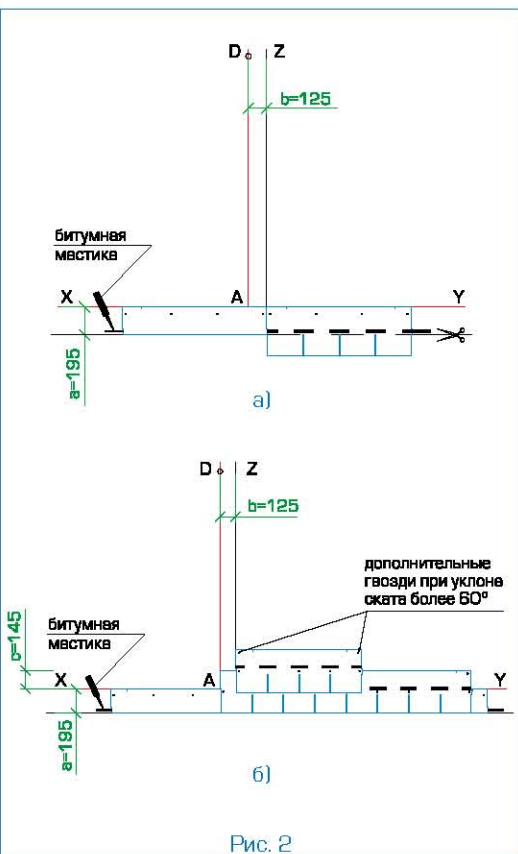

Рис. 2
### Укладка материала (рис. 2)
- Начальный ряд формируется из листов черепицы КЛАССИК обрезанных по линии образованной конечными точками вырезов. Полученные таким образом полосы шириной 19,5 см укладываются по линии карниза в обе стороны от линии Z (рис. 2а) и фиксируются по нижнему краю битумной мастикой, а по верхней кромке 4 гвоздями (ось гвоздей на 5 см ниже верхнего края полосы);
- далее первый ряд черепицы укладывается от линии AD (рис. 2б);
- второй ряд укладывается от линии Z (со смещением 12,5 см от AD) (рис. 2б);
Каждый лист черепицы КЛАССИК крепится 4 гвоздями (ось гвоздей на линии битумных клеевых полос) таким образом, чтобы гвоздь прошивал и верхний край нижележащего листа черепицы (рис. 2б).